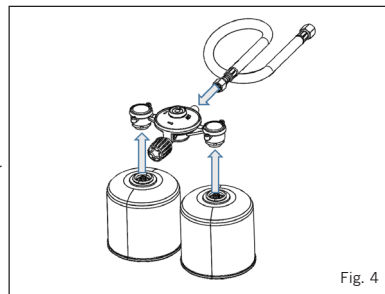

Fig. 4
- Sæt de to gaspatroner på enheden ved at skru dem på plads (fig. 4).